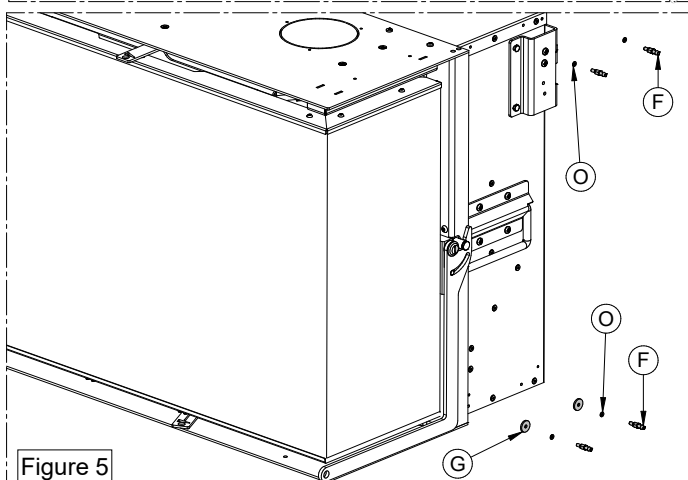

Figure 5
- Retirer le produit de la palette à l'aide d'un chariot, en le saisissant par l'arrière (Figure 5).
- 5) Installer la barre de ventilation (P) ainsi que les supports (O) et (N) à l'aide des 2 vis (M), voir figure 5. Procéder ensuite au remontage des composants précédemment déposés.
- 5) Assembler, des deux côtés, les pions F en les vissant avec les rondelles correspondantes O, en interposant, uniquement dans la partie inférieure, les rondelles G, voir figure 5.
- 5) Installer les supports F à l'aide des vis H, en interposant les cales G uniquement dans la partie inférieure, voir figure 5.